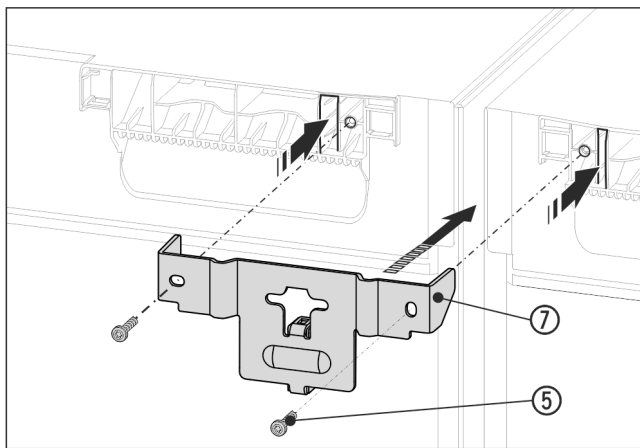

Fig. 16 Illustrationen är ett exempel
- ▶ Tryck in vinkel Fig. 16 (7) och distansstycke mellan apparaterna och mot flikarna i apparaternas tak. Dra fast med två skruvar Fig. 16 (5).